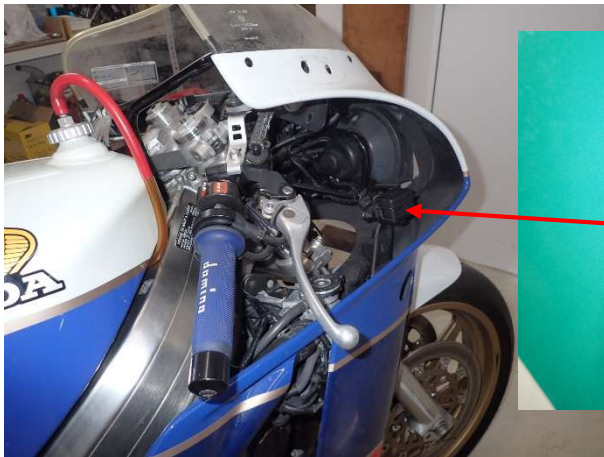

図5、イグニッションヒューズ(ST. IGN)を15Aに交換
- ⑧ エンジン始動前にイグニッションヒューズ(ST. IGN)を付属の15Aに交換してください。(図5)